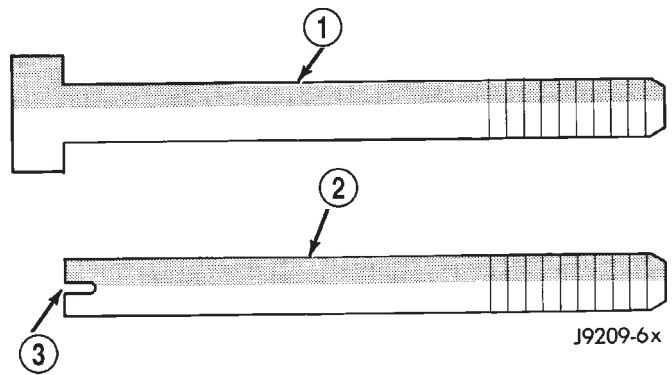

Abb. 68 Herstellen der Zentrierbolzen
(1) Dichtflächen an Motorblock und Ölwanne reinigen.
(2) Aus Schrauben von 1 1/2 x 1/4 Zoll 4 Zentrierbolzen herstellen. Schraubköpfe absägen und an der Bolzen-Oberseite zum leichteren Ein- und Losschrauben mit einem Schraubendreher einen Schlitz anbringen (Abb. 68).